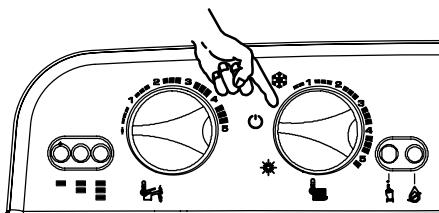

Fig. 6.4 Tablero de mandos
- 22 Apague la caldera colocando el selector de función en posición “” como muestra la **Fig. 6.4**